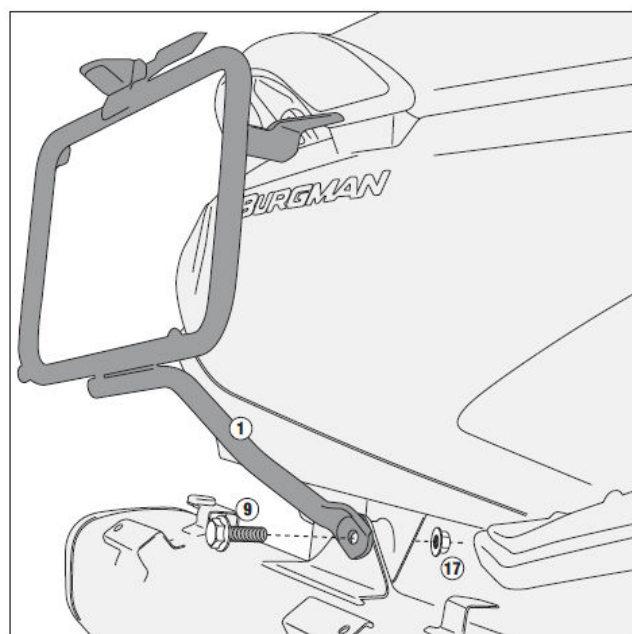

図 6
9. 手順 6～7 と同様の手順で、①パニアホルダー（右）を②リアブリッジと純正グラブレールに仮組みします。
10. 純正マフラーガードを外し、純正マフラー固定ボルトと⑰純正ナットを取り外します。
11. 図 6 を参考に、⑨フランジ付き六角ボルトと⑰純正ナットを使用して、①パニアホルダー（右）と純正マフラーを車体に仮組みします。